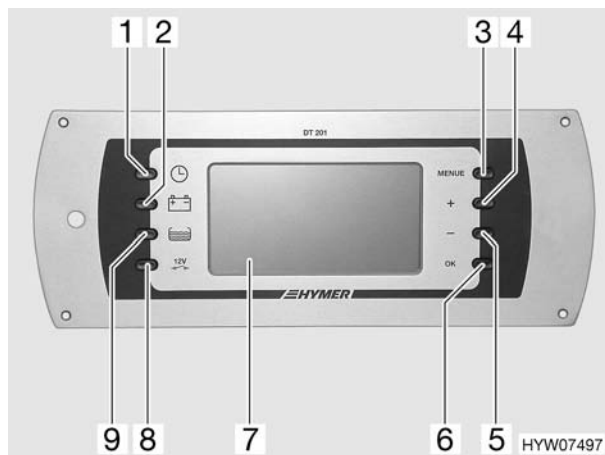
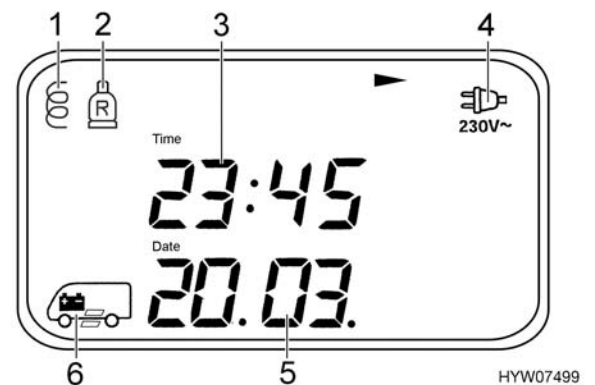
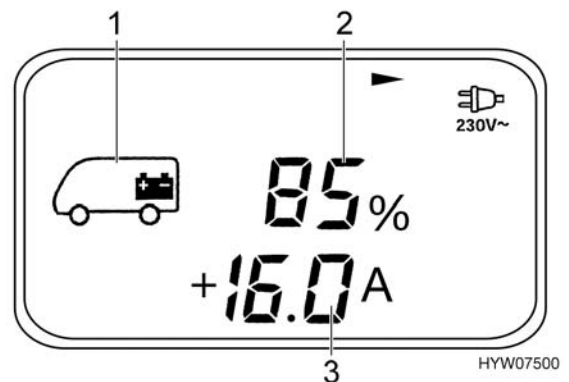

Fig. 124 Pannello di controllo (DT 201)
Fig. 126 Menu base (pagina 1)
Fig. 127 Menu Batteria (batteria dell'abitacolo)
L'interruttore principale a 12 V (Fig. 124,8) inserisce o disinserisce il pannello di controllo e l'alimentazione a 12 V dell'abitacolo.
- Premere il tasto (Fig. 124,8): l'alimentazione a 12 V dell'abitacolo è inserita. Il display LCD (Fig. 124,7) mostra il menu base ed è illuminato per 20 secondi. In caso di allarme appare inoltre il rispettivo indicatore.
- Premere il tasto (Fig. 124,8): l'alimentazione a 12 V dell'abitacolo è disinserita. Per la conferma viene indicato lo stato  per 3 secondi. Successivamente il display LCD si spegne.
Il menu base (Fig. 126) appare sempre dopo l'accensione con l'interruttore principale a 12 V (Fig. 124,8). Quando si premono i tasti il display LCD si illumina automaticamente.
■ Premere il tasto (Fig. 124,1): appare il menu base.
- Controllo rete (Fig. 126,4): il simbolo appare quando si allaccia l'autocaravan all'alimentazione a 230 V.
- Data (Fig. 126,5)
- Ora (Fig. 126,3)
- Scalino di ingresso (Fig. 126,6): il simbolo appare quando lo scalino di ingresso è stato estratto.
- Indicatore simbolo dell'accessorio opzionale (Fig. 126,1 e 2): il simbolo della bombola del gas appare quando una delle due bombole è vuota.
■ Premere il tasto (Fig. 124,2): appare il menu Batteria (Fig. 127).
- Capacità della batteria (% o Ah) (Fig. 127,2), corrente di carica (+A) (Fig. 127,3) e corrente di scarica (-A) della batteria dell'abitacolo (Fig. 127,1). Come cambiare dall'indicatore % a quello Ah: premere il tasto "OK" (Fig. 124,6).
- Tensione (V) della batteria dell'abitacolo e della batteria di avviamento (pagina di menu 2)
- Premere il tasto (Fig. 124,9): appare il menu Serbatoio (Fig. 128).
- Premere il tasto "MENU" (Fig. 124,3) per più di 3 secondi: appare il menu Impostazioni (Fig. 129).
- Premere una volta il tasto "MENU" (Fig. 124,3).
- Inserire ("ON") o disinserire ("OFF") con i tasti (Fig. 124,4 e 5) l'impianto Eis-Ex e con il tasto "OK" (Fig. 124,6) confermare.
- Modificare la relativa cifra lampeggiante con i tasti (Fig. 124,4 e 5) e usare il tasto "OK" (Fig. 124,6) per confermare.